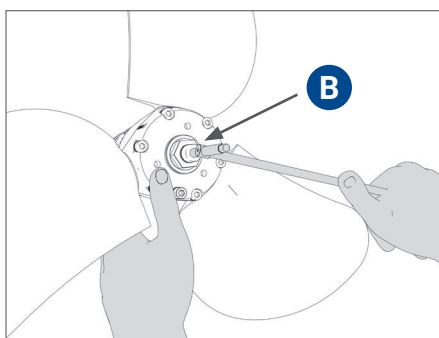

FIG. 5 | Visser le boulon de sécurité (Sail-Drive)
- Un boulon de sécurité avec une rondelle spéciale anti-desserrage **B** est fourni et doit être vissé après avoir effectué le serrage de l'écrou **A** (**Fig. 5**).